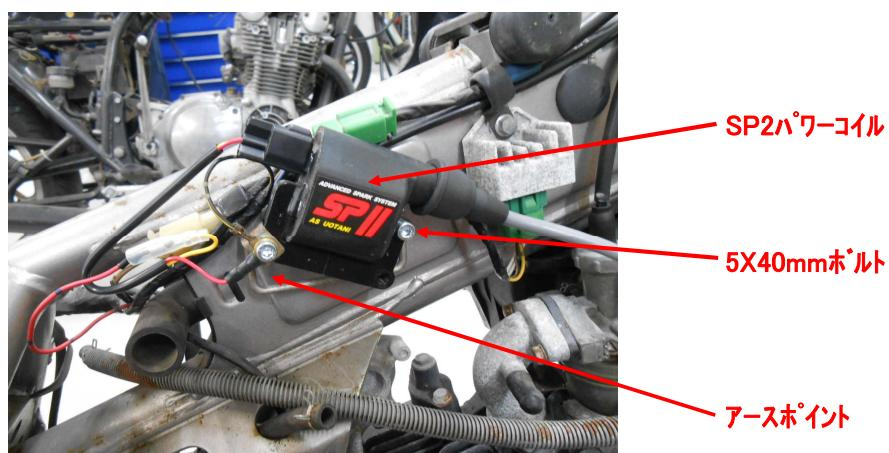

図1配線図
- 5、1次コネクタハーネスを接続する。(図1配線図、写真2)